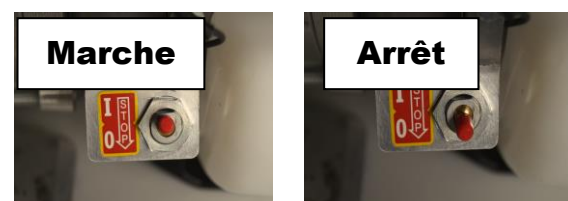

Fig. 10: Interrupteur court-circuit
Mettez l'interrupteur court-circuit en position "arrêt" avant de remplir le réservoir (fig. 10). Ne fumez pas et assurez-vous que la zone est bien ventilée et exempte de toute flamme ou étincelle. Nettoyez les alentours de l'orifice de remplissage avant de faire le plein, afin d'éviter que des saletés ne pénètrent dans le carburant. Remplissez le réservoir au maximum jusqu'aux  $\frac{3}{4}$ . Si le réservoir est rempli à ras bord, l'essence, dilatée sous l'effet de la chaleur, risque de sortir par le bouchon de remplissage.
9). Placez ensuite l'interrupteur court-circuit sur "I" (fig. 10).
Placez alors l'interrupteur court-circuit sur la position "O" (fig. 10) et le moteur s'arrête.